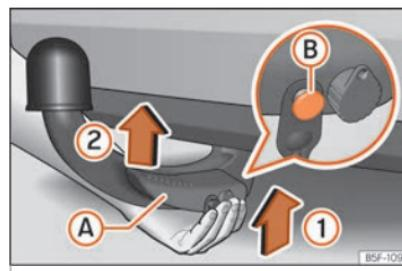

Fig. 185 Colocación del gancho de remolque. Paso 1
- Sujete el gancho de remolque **desde abajo** y encájelo en el alojamiento del gancho siguiendo el sentido de la flecha **» fig. 185 ①** hasta que se encastre de forma audible **» △**.
La palanca **»» fig. 185** A gira automáticamente en el sentido de la flecha 2 hacia arriba y el perno de desbloqueo B sale hacia afuera (su parte roja y verde es visible) **»» △**.
- Al fijar el gancho de remolque, para evitar pillararse los dedos, se recomienda mantener las manos retiradas de la palanca **»» fig. 185** A.
① CUIDADO